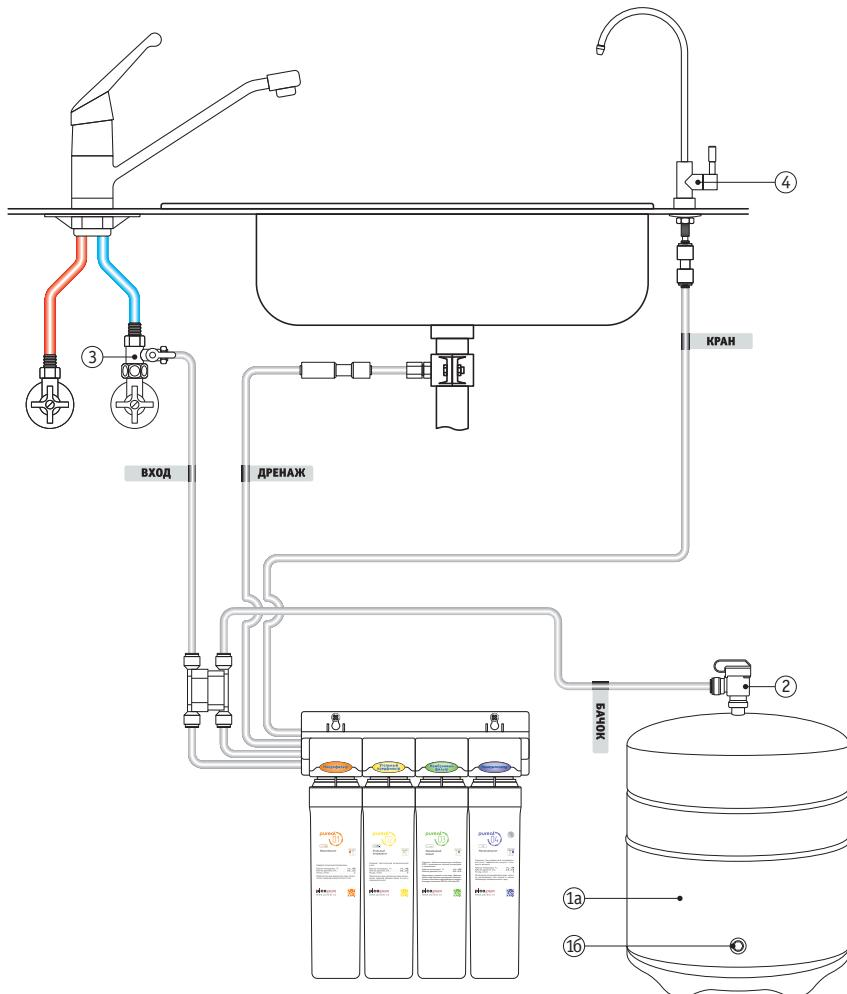

Рис. 2. Схема обратноосмотической системы получения питьевой воды в сборе
№№	Наименование (см. Рис. 2)
Если ослабел поток из крана чистой воды (см. Рис. 2, поз. 4) или вода вообще не поступает, следует прежде всего ознакомиться с Руководством пользователя (Раздел 9, стр. 7). Если картриджи Фильтра в порядке, нет протечек и засорения трубок, следует приступить к осмотру гидроаккумулятора.
- 1► Перекрыть кран на врезке в линию холодной воды (см. Рис. 2, поз. 3). Рукоятка крана должна располагаться перпендикулярно трубке, выходящей из крана
- 2► Открыть кран чистой воды (см. Рис. 2, поз. 4), чтобы сбросить давление в системе
- 3► Перекрыть кран на гидроаккумуляторе (см. Рис. 2, поз. 2)